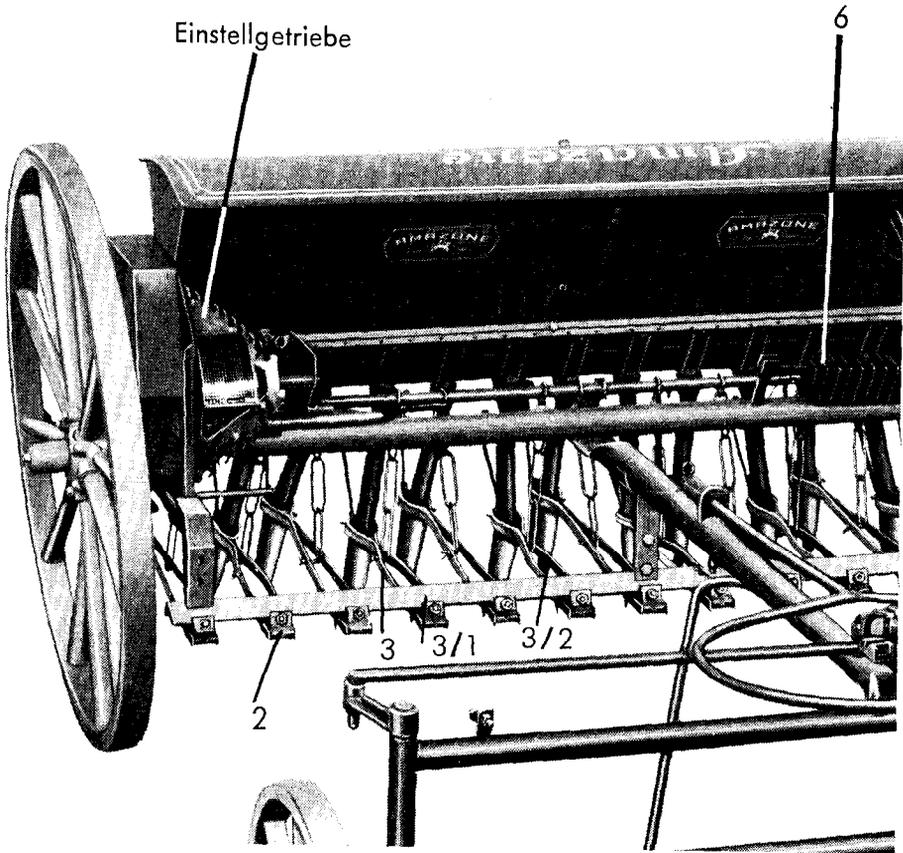

Abb. 7
2. Befestigungsschraube an dem Scharhaken lösen! (Abb. 7 Nr. 2).
3. Scharhebel (Abb. 7, Nr. 2, Abb. 7, Nr. 3) auf der Scharhebelhalteschiene 3/1 in die gewünschte Stellung schieben! Dabei muß die Scharspitze 3/2 genau auf die entsprechende Hinweiszahl des Stellbrettes zeigen.